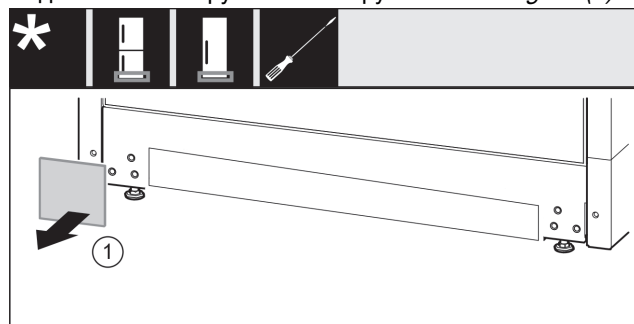

Fig. 24
- ▶ Зніміть кришку. Fig. 24 (1)